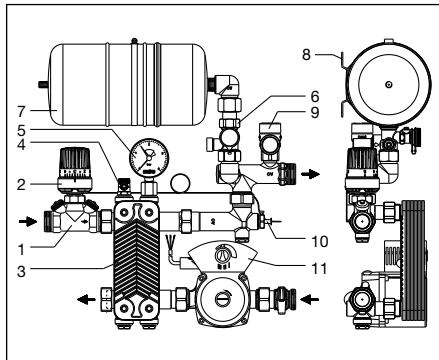
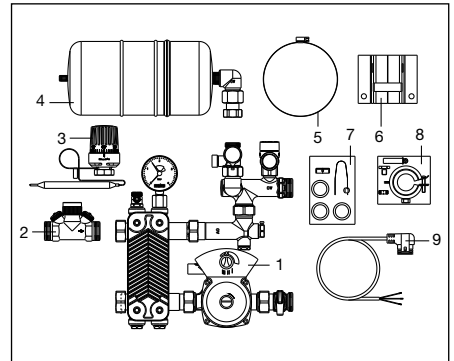

Abb. 4.1: Übersicht „Regufloor HX“
Abb. 5.1: Lieferumfang
- „Hycococon HTZ“ Regelventil (Teil 2, Abb. 5.1) in den Vorlauf der Primärseite der Einheit (Teil 1, Abb. 5.1) montieren.
- Vormontierte Einheit (Teil 1, Abb. 5.1) mit dem Montagesatz (Teil 8, Abb. 5.1) in den Einbauschränk einsetzen.
- Membranausdehnungsgefäß (Teil 4, Abb. 5.1) auf das Kappenventil (Teil 6, Abb. 4.1) aufschrauben und mit Hilfe der Befestigungsschelle und der Halteplatte (Teil 5 und 6, Abb. 5.1) an der Schiene des Einbauschranks befestigen.
- Temperaturregler (Teil 3, Abb. 5.1) auf das „Hycococon HTZ“ Regelventil aufschrauben und den Fühler in die in den Vorlauf der Sekundärseite installierte Tauchhülse (Teil 10, Abb. 4.1) einstecken und mit der Schraube befestigen. Dabei ist darauf zu achten, dass das Kapillarrohr nicht geknickt oder flachgedrückt wird.